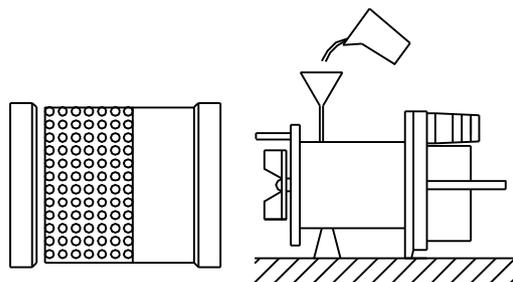

図 4
- (1) ご使用前に必ず絶縁抵抗の測定をしてください。絶縁抵抗値は  $1M\Omega$  以上あれば運転に支障ありませんが  $1M\Omega$  以上あっても、急に低下し始めているものは異常と考えられますので修理が必要です。
- (2) 運転中の電流値、電流計のふれを点検してください。ふれの大きい場合は異物をかみ込んでいる恐れがあります。付着した異物を取り除いてください。
- (3) 吐出し量が急激に減少している場合には、吸込口(ストレーナ部)に異物がつまっている恐れがあります。付着した異物を取り除いてください。
- (4) ポンプ性能が徐々に低下した場合は、ケーシングや羽根車の摩耗が考えられます。各部を点検し摩耗している部品は早期に交換してください。
- (5) 使用後に、メカニカルシールの潤滑油を点検・交換して頂きますと、メカニカルシールの寿命が長くなります。この際、潤滑油に水が浸入し、白濁している場合は、メカニカルシールの不良ですので交換が必要です。潤滑油交換時には図 4 のように注油栓を上にし、ポンプを水平に置いて表 2 に示す潤滑油を必ず規定量注油してください。この時ポンプをゆすったりして、規定量以上注油しますと、メカニカルシール室の内圧上昇により、シール寿命が著しく低下します。注油後はシールワッシャを介し、注油栓を十分に締付けてください。
メカニカルシール室の潤滑油の交換は 6ヶ月毎に行ってください。この際潤滑油に水が混入し白濁している場合は、メカニカルシールを交換してください。潤滑油の交換時には図 4 のように注油栓を真上にし、ポンプを水平に置いて表 2 の潤滑油量を必ず規定量注油し、シールワッシャを介し注油栓を十分に締め付けてください。